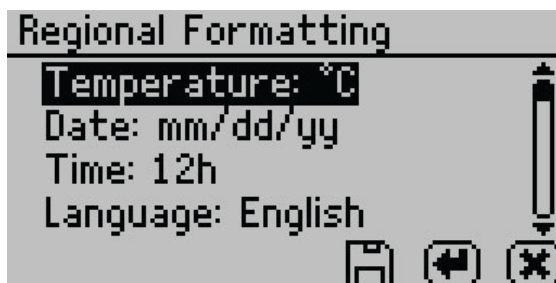

Figure 45 Regional Formatting option
- **Regional Formatting.** Chọn cấu hình để máy thể hiện các thông tin. **Temperature** chọn đơn vị nhiệt độ (Celsius or Fahrenheit), **Date** thể hiện (mm/dd/yy hoặc dd/mm/yy), **Time** định dạng giờ (12h or 24h), **Language** chọn ngôn ngữ (Figure 45).